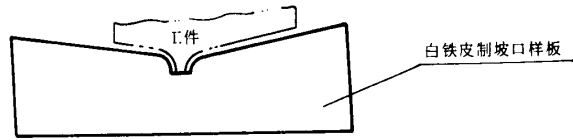

图 3
2.3.3 按表 1 的坡口尺寸制造坡口样板 (图 3) 并进行坡口划线, 划线后应作标志, 根据样板开坡口。